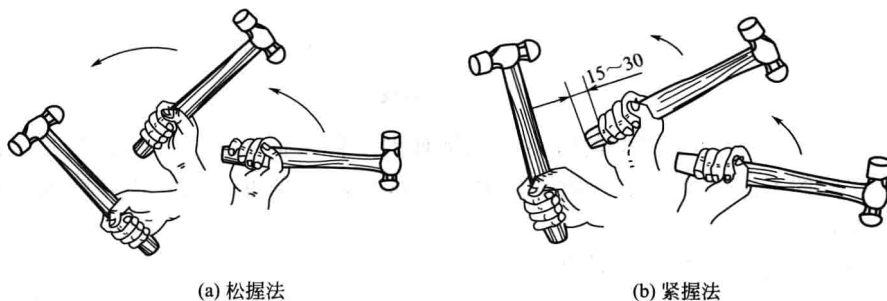

图 1-25 手锤的握法
(2) 錾削操作方法
① 手锤的握法 錾削时，手锤握法有两种方法，即松握法和紧握法。松握法只有大拇指和食指始终紧握锤柄，在锤打时中指、无名指和小指依次握紧锤柄，这种握法锤击力大，且手还不易疲劳，如图 1-25(a) 所示。紧握法用右手五指紧握锤柄，大拇指放在食指上，锤打和挥锤时，五个手指的握法不变，如图 1-25(b) 所示。